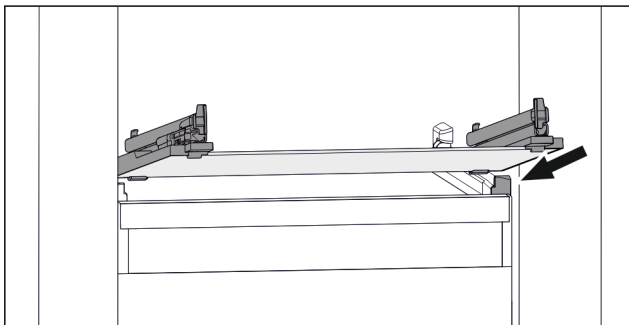

Fig. 134 Ilustración ejemplar de la placa de cristal
- ▶ Encaje la placa de cristal en posición inclinada por detrás de los topes. (consulte Fig. 134)